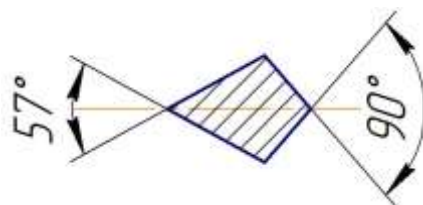

Рисунок 8 – Сечение зуба
3.7 Рабочими органами бороны являются зубья. На бороне установлены зубья (рис. 8) имеющие в сечении четырехугольник с рабочими углами в 90 и 57 градусов.